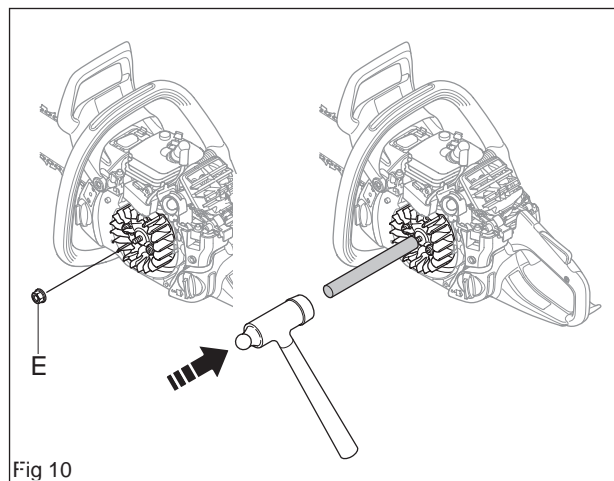

Fig 10
Desserrer l'écrou du rotor volant magnétique (E) à l'aide d'un tournevis approprié et le retirer (voir la figure 10).
Taper avec un marteau en métal approprié sur le mandrin jusqu'à ce que le rotor volant magnétique se détache de l'arbre. Retirer le mandrin et le rotor volant magnétique (voir la figure 10).